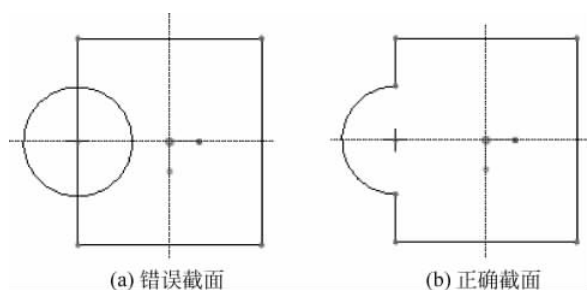

图 3-3 拉伸截面中的封闭回路不能相交
- (4) 拉伸截面中的封闭回路不能相交,如图 3-3 所示。